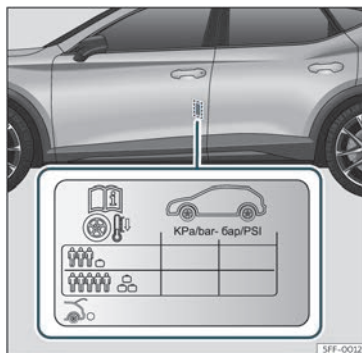

Fig. 193 Ubicació de l'adhesiu de la pressió d'inflament dels pneumàtics.
- Adapteu la pressió dels pneumàtics a la càrrega que porta el vehicle»» **fig. 193**.
Els valors de la pressió d'inflament s'indiquen a l'etiqueta adhesiva situada a la zona posterior del marc de la porta davantera esquerra »» **fig. 193**.
La pressió dels pneumàtics s'ha d'adaptar a la càrrega actual del vehicle. Si el vehicle anirà carregat al màxim, heu d'augmentar la pressió d'inflament al valor màxim de càrrega indicat a l'etiqueta adhesiva»» **fig. 193**.
pressió segons s'indica a l'etiqueta de pressió dels pneumàtics»» fig. 193.
- El conductor és responsable que tots els pneumàtics del vehicle estiguin inflats a la pressió correcta. La pressió d'inflament recomanada s'indica en un adhesiu »» fig. 193.
- Amb els pneumàtics en fred, s'ha de mantenir sempre la pressió indicada a l'adhesiu »» fig. 193.